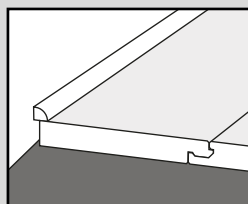

Fig. 7
9. Una vez instalado el piso, retire los separadores; barra el suelo con un cepillo suave. Fije los rodapiés/ tablonces base o un corte del borde adecuado (disponible con su distribuidor local) para cubrir los huecos de dilatación. Estos deben fijarse a la pared y no al suelo, de manera que el producto quede libre para expandirse (Fig. 7 y 8).